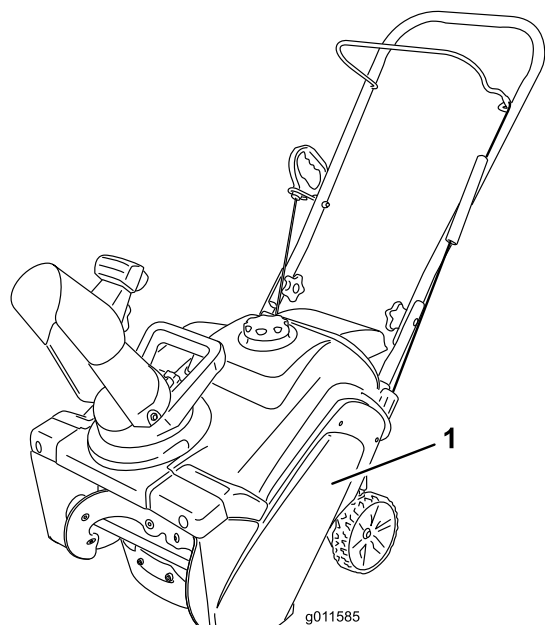

Figure 30
1. Enlevez les 4 boulons qui fixent le couvercle de la courroie d'entraînement (Figure 30) en place.